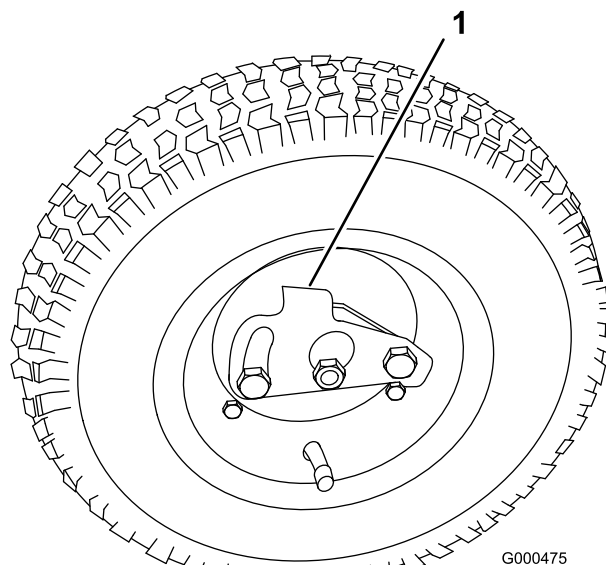

Figure 7
5. Glissez la roue sur l'essieu (Figure 7).
6. Faites pivoter le clip de verrouillage pour l'éloigner du centre de la roue et lui permettre de coulisser plus avant sur l'essieu (Figure 7).